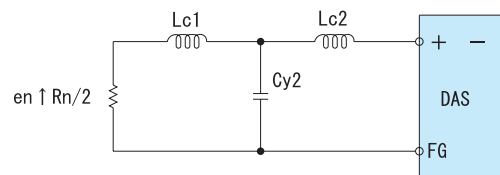
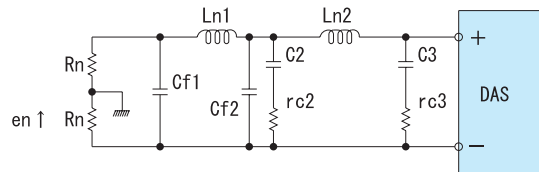

図12.1 コモンモード伝達経路
図12.2 ノーマルモード伝達経路
電源から入力ラインへ帰還するノイズは、入力ラインの相間に発生するノーマルモードノイズと、入力ラインとFG間に発生するコモンモードノイズに大別されます。ラインフィルタを設計するときは、両者を分けて設計する必要があります。コモンモードノイズ、ノーマルモードノイズの各々の伝達経路の概要を図12.1、図12.2に示します。
①ノーマルモードノイズは図12.2に示すように、DASシリーズの入力端子から出てくるノイズを [C3, rc3] → [Ln2, C2, rc2, Cf2] → [Ln1, Cf1] のローパスフィルタで減衰させます。ノイズレベルはRnに発生する電圧を測定する事になります。このことから、ノイズ源としての入力ノイズ電流からフィルタの減衰量を設計すれば良いことがわかります。この考え方で求めた、ラインフィルタの各定数を推奨値として表12.1に示します。
コモンモードノイズは図12.1に示しますように、DASシリーズの入力端子とFG間に発生するノイズ電圧を [Lc2, Cy2] → [Lc1, Rn] のローパスフィルタで減衰させます。ノイズレベルはRnに発生する電圧を測定することになります。このことから、ノイズ源としての入力ノイズ電圧からフィルタの減衰量を設計すればよいことがわかります。この考え方で求めた、ラインフィルタの各定数を推奨値として表12.2に示します。